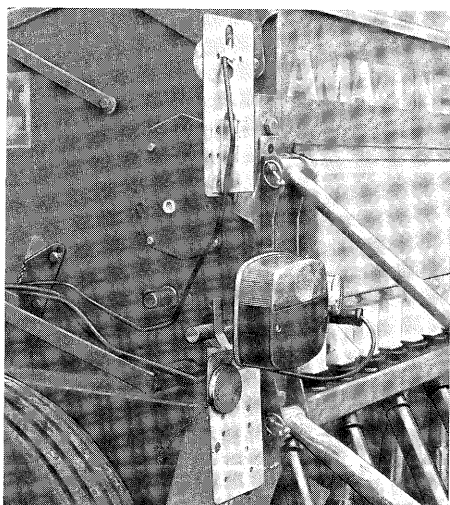
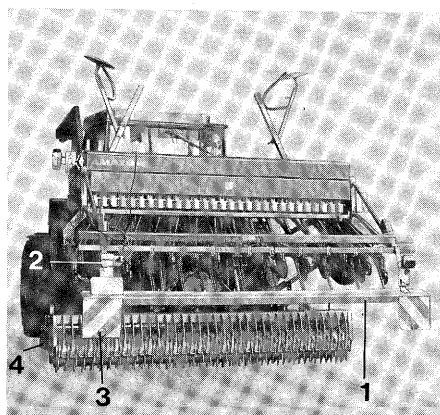

Fig. 39
Fig. 41
- Mettre en place sur les porte-lanternes latéraux du semoir l'éclairage réglementaire (fig. 39) à la partie supérieure pour l'éclairage dirigé vers l'avant (dans le sens de l'avancement) et à la partie inférieure pour l'éclairage dirigé vers l'arrière. Soulever la combinaison VIBRAZONE et semoir de façon à ce que l'écart chaussée - rebord supérieur des feux de gabarit à l'avant ou le rebord du bloc clignotant, feux arrière et stop ne dépasse pas 1500 mm. Cet écart doit être aussi respecté lorsque le semoir est relevé par le "Portacourt" au-dessus du rouleau-packer comme le montre la fig. 41. L'éclairage (fig. 41/2) doit être alors fixé sur le porte-lanterne le plus bas de la cornière de protection (fig. 41/1).